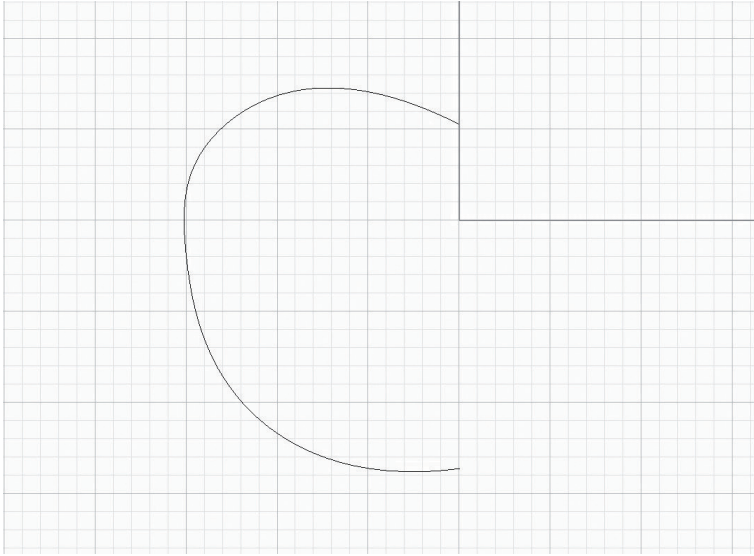

Рис. 50. Профиль яблока
1. В окне Front строим профиль яблока с помощью инструмента ControlPointCurve (рис. 50).